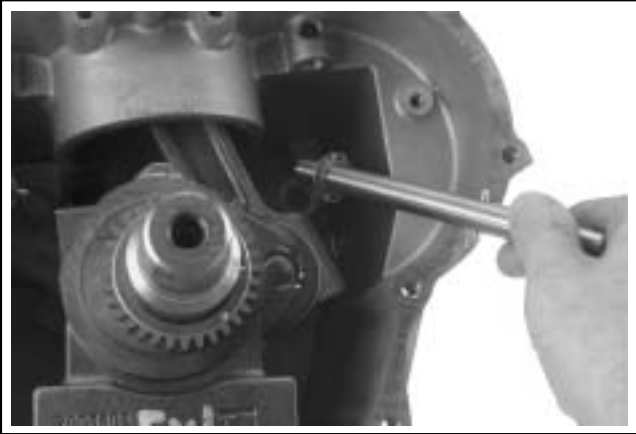

Figura 8-41. Desmontaje del árbol de levas de escape y de la arandela de empuje ranurada.
3. Saque del cárter el árbol de levas de escape y la arandela de empuje acanalada. Ver Figura 8-41.